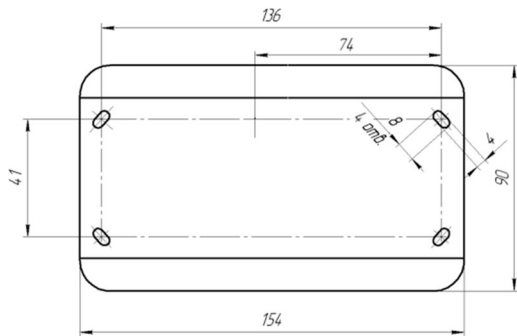

Рисунок 2.1 - Розмітка отворів на основі корпусу оповіщувача
Оповіщувач випускають в пластмасовому корпусі. Конструкція оповіщувачів передбачає їх напінне розміщення. На основі корпусу є п'ять отворів для кріплення оповіщувача шурупами (Рис. 2.1).
3.1 Перелік клем та їх функцій наведений в табл. 3.1. Їх розташування показано на Рис. 2.1.
3.3 Для індикації режимів роботи та стану оповіщувача використовуються світлодіодні індикатори, розташовані на платі. Призначення індикаторів **HL1**, **HL2** (Рис. 2.1):